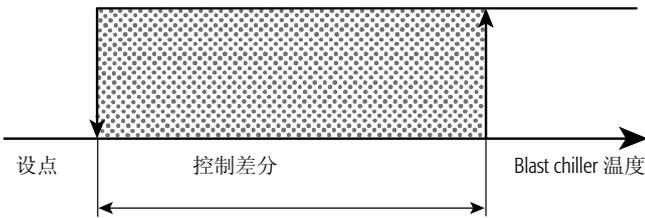

Fig. 4.3 温度控制
- 如果选择平行运行模式, 温度控制遵循图 4.3 中的图表; 每个阶段的差分和设点相同, 并且在不同压缩机启动之间的延时时间后, 第 2 阶段将被激活;